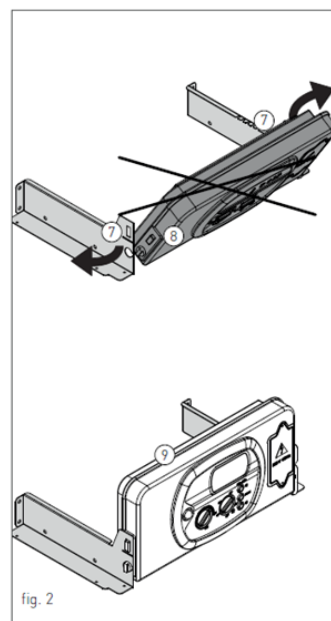

fig. 2
9. Allargare le staffe '7' (fig. 2) di supporto del pannello comandi ed estrarre il pannello '8' (fig. 2) dalle sedi di supporto;
10. montare il nuovo pannello comandi di sostituzione [9 - fig. 2];